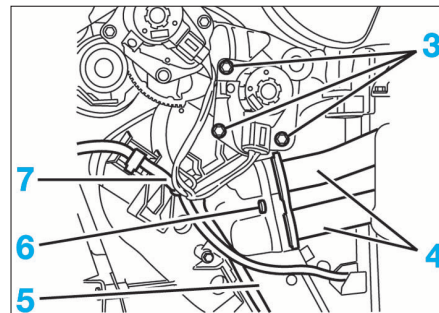

FIG. 16
- Désaccoupler les durits (1).
- la fixation (2).
- les trois fixations (3) (Fig.16) du motoréducteur.
- Déposer la fixation (6) pour libérer les raccords (4) du radiateur de chauffage (5).